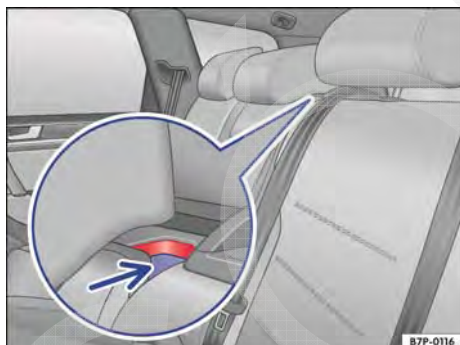

Fig. 211 No encosto do banco traseiro: botão de destravamento pressionado com marcação vermelha.
- Rebater a parte central do encosto do banco traseiro com o dispositivo para transporte de objetos longos para trás, até que ela se trave. A marcação vermelha no botão de destravamento → Fig. 211 (seta) não pode mais ser visível.